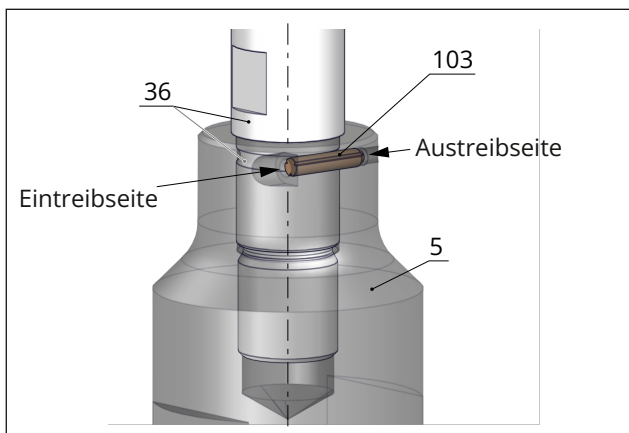

Bild 37: Sicherungsstift zwischen Kegel und Kegelstange bzw. Kolben und Kolbenstange (Prinzipdarstellung)
Kegel und Kegelstange bzw. Kolben und Kolbenstange sind miteinander verschraubt. Um ein ungewolltes Losdrehen des Kegels von der Kegelstange bzw. des Kolbens von der Kolbenstange zu vermeiden, wird die Verbindung der beiden Bauteile mit einem tangential eingesetzten Stift zusätzlich gesichert, vgl. Bild 37. Zum Wechseln des Kegels bzw. Kolbens wie folgt vorgehen:
1. Kegel (5) bzw. Kolben (5) fest in einen Schraubstock einspannen.
2. Den Sicherungsstift (103) mit einem geeigneten Werkzeug (Dorn) von der Austreibseite her aus dem Kegel bzw. Kolben herausschlagen, vgl. Bild 37.
3. Die Kegel- bzw. Kolbenstangen (36) mit einem geeigneten Werkzeug vom Kegel bzw. Kolben (5) abschrauben.
5. Neuen Kegel bzw. Kolben (5) fest in einen Schraubstock mit Schutzbacken einspannen. Sicherstellen, dass der Kegel bzw. Kolben dabei nicht beschädigt wird.
6. Kegel- bzw. Kolbenstange (36) in den Kegel bzw. Kolben (5) einschrauben und mit einem geeigneten Werkzeug anziehen. Anzugsmoment beachten.
7. Neuen Sicherungsstift (103) von der Eintreibseite her in die Bohrung des Kegels bzw. Kolbens einsetzen und bis zum Anschlag mit einem geeigneten Werkzeug (Dorn) eintreiben.